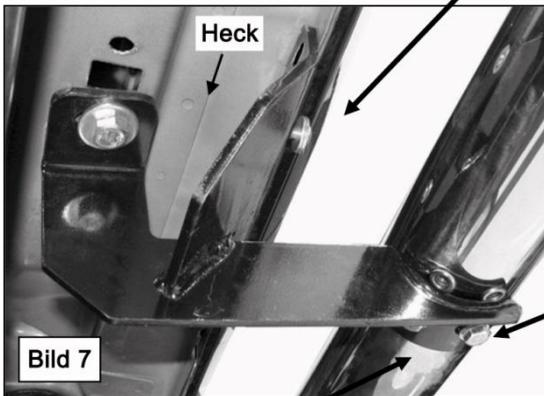

Bild 7
**a) 2007:** Verwenden Sie die hinteren Montagepunkt, die näher am hinteren Reifen liegen, (**Bild 7**).